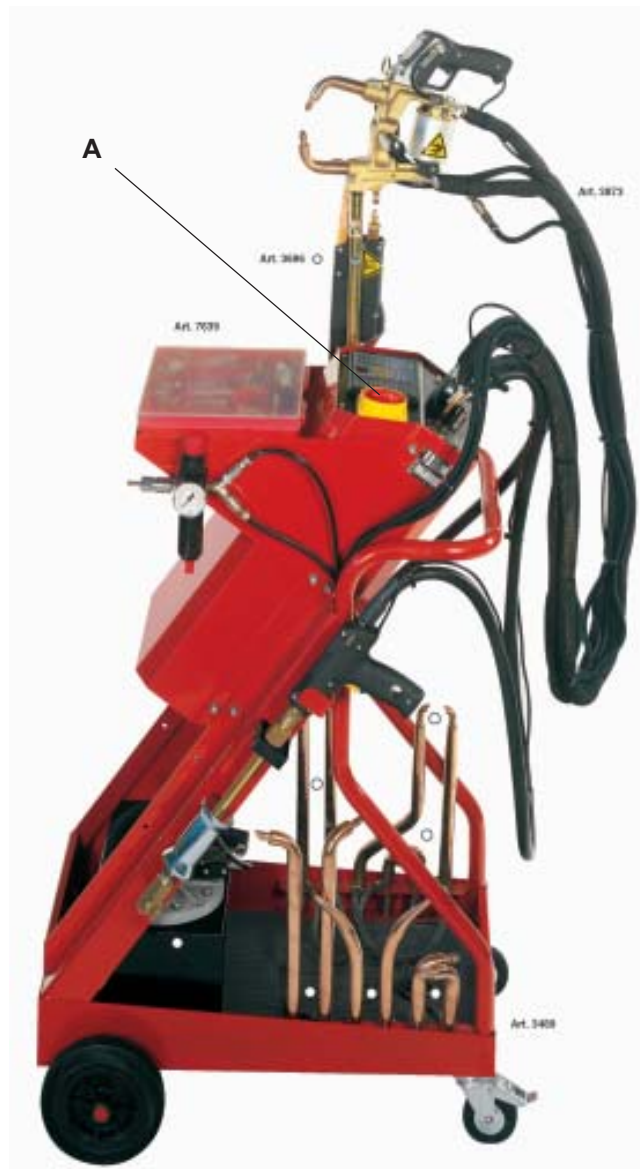

Fig. 29
In caso di emergenza spegnere la saldatrice utilizzando l'interruttore (A) (fig. 29)
In case of emergency, switch off the welder by means of the switch (A), (Fig. 29).
En cas d'urgence éteindre la soudeuse au moyen de l'interrupteur (A), (Fig. 29).
En caso de emergencia apagar la máquina utilizando el interruptor (A) (fig. 29).
Im Notfall schalten Sie die Schweißmaschine mit Hilfe des Schalters (A) (Abb. 29) aus.